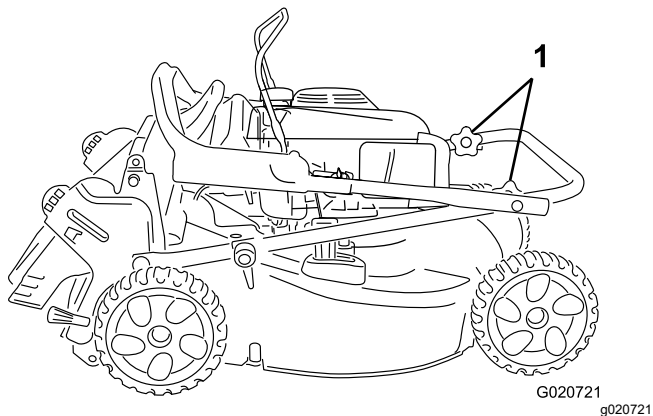

Figura 23
3. Ruotate la porzione superiore della stegola indietro verso il motore; fate riferimento a Figura 23.